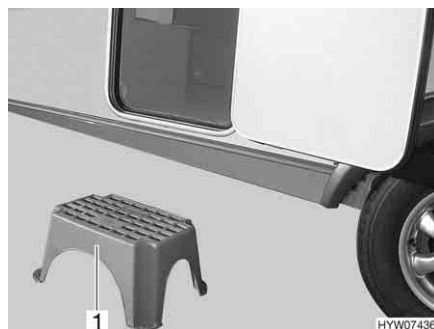

Fig. 21 Scalino di ingresso (non fissato all'interno)
- Collocare lo scalino di ingresso (Fig. 21,1) davanti all'entrata del caravan.